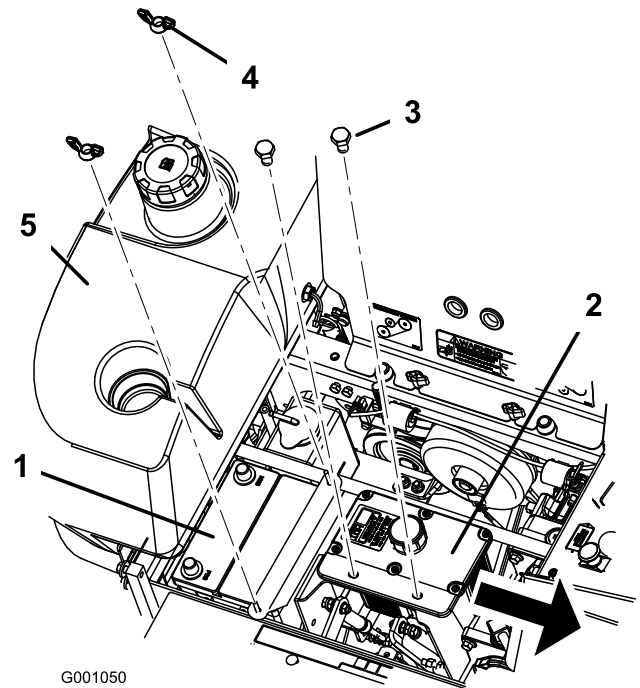

Figure 44
6. Retirez les deux écrous papillons (1/4") qui fixent la barrette de maintien de la batterie (Figure 44).
7. Retirez les deux boulons de fixation du réservoir hydraulique (Figure 44).
1. Placez la batterie dans son support en tournant les bornes à l'opposé du réservoir hydraulique (Figure 44).
6. Fixez la batterie en position avec des boulons en J, une barrette de maintien et 2 rondelles (1/4"), ainsi que 2 écrous papillons (1/4") (Figure 44).